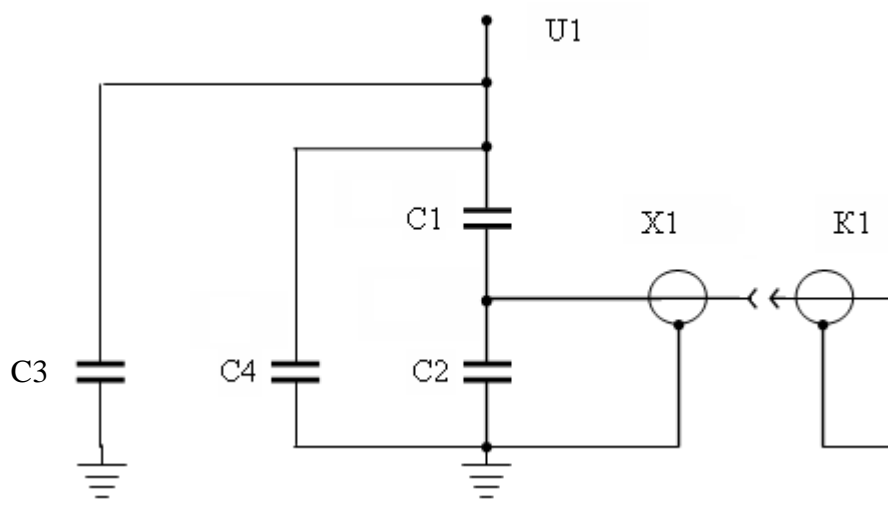

Рис. 2. Электрическая схема конденсатора:
1.5 При подаче высокого напряжения на электрод для подключения высокого напряжения U₁ (см. рис. 2) корпус конденсатора должен быть обязательно заземлен, а на выходной разъем конденсатора X₁ должен быть установлен закорачивающий кабель K₁ или нагрузка полным импедансом не более 10 кОм.
2.5.2. Электрическая схема конденсатора представлена на рис. 2.